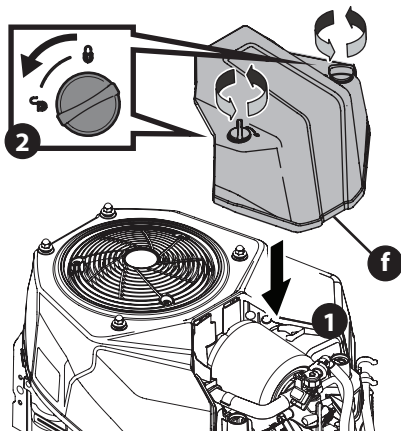

Figure 13
7. Fixez le couvercle du filtre à air (f) (Figure 13). Tournez les vis de serrage dans le sens horaire jusqu'à ce qu'elles soient bien serrées. Assurez-vous que les vis sont bien alignées.